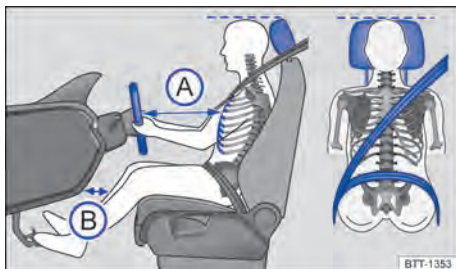

Fig. 20 Distância correta do condutor em relação ao volante, posição correta do cadarço do cinto de segurança e ajuste correto do apoio para cabeça.
- Ajustar o banco de modo que a distância entre o volante e o tórax tenha no mínimo 25 cm → Fig. 20 A e que o condutor possa segurar o volante pela borda externa com as duas mãos e os braços ligeiramente flexionados.
- Ajustar o banco do condutor na direção longitudinal de modo que os pedais possam ser acionados com as pernas ligeiramente arqueadas e a distância para o painel de instrumentos na área do joelho seja de, no mínimo, 10 cm → Fig. 20 B.
- Ajustar o apoio para cabeça de modo que a sua borda superior se encontre preferencialmente na mesma linha da parte superior da cabeça → Fig. 20 – porém não abaixo da altura dos olhos. Posicionar a parte posterior da cabeça o mais perto possível do apoio para cabeça.